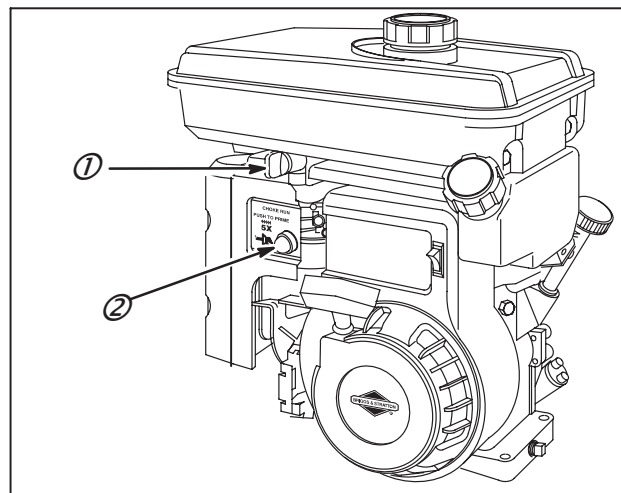

Fig. 159
Fig. 159 – Pour démarrer les Modèles 9K400, 135400, 13K400 et 19K400, régler le starter sur la position START. Amorcer le moteur avec de l'essence en appuyant cinq fois sur la poire d'amorçage (1). Démarrer et faire tourner le moteur. Ouvrir le robinet de pétrole (2) pour que le moteur continue à tourner.